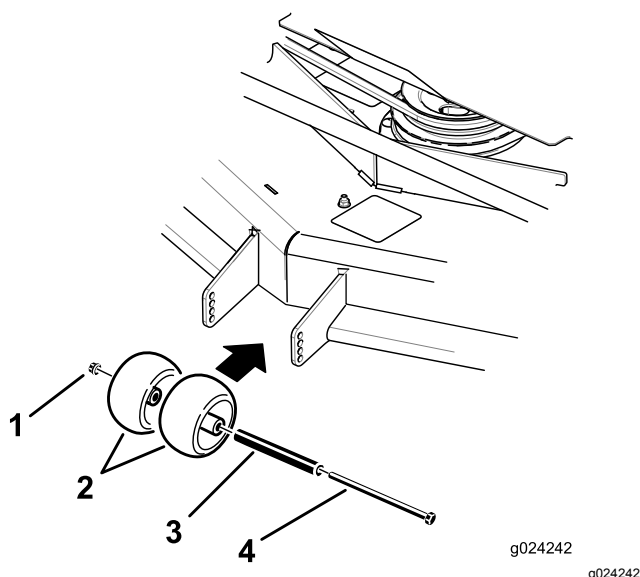
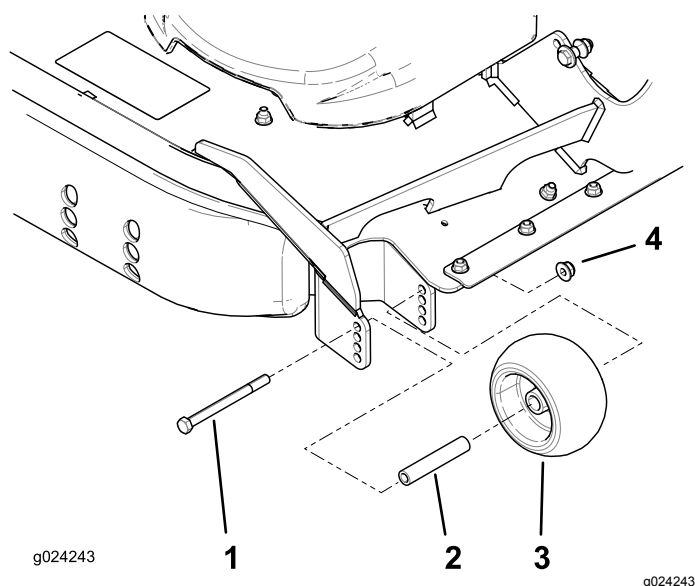

Figura 32
Figura 33
- Ajuste los rodillos protectores del césped, tal y como se muestra en la **Figura 32** y la **Figura 33**.